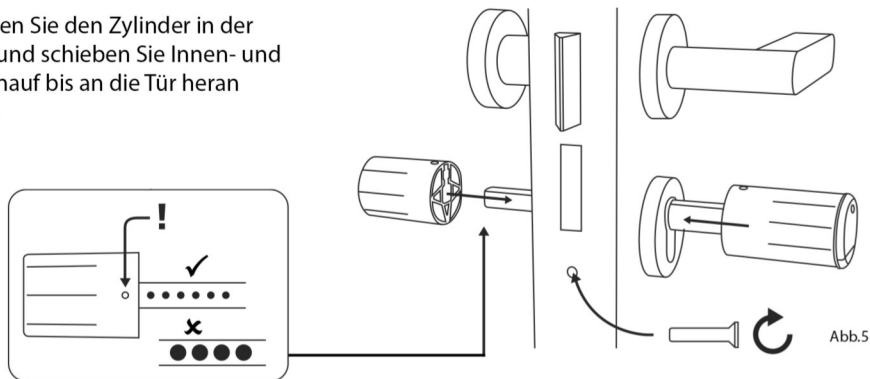

Abb. 5
- ⑤ Schrauben Sie den Zylinder in der Tür fest und schieben Sie Innen- und Außenknauf bis an die Tür heran (Abb. 5).